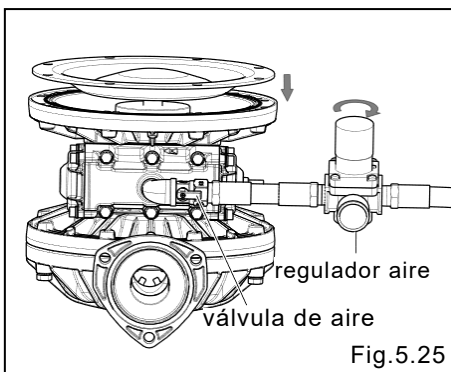

Fig.5.25
- Gradualmente abra el regulador, con aire de 14 PSI (1Bar). El diafragma se retirará lentamente. Ajuste el regulador para mantener la posición del diafragma hasta que el espacio entre la membrana y el cuerpo central sea mínima [Fig.5.25].
- Apriete los tornillos gradualmente en secuencia diagonal (referirse a la Fig.5.25)